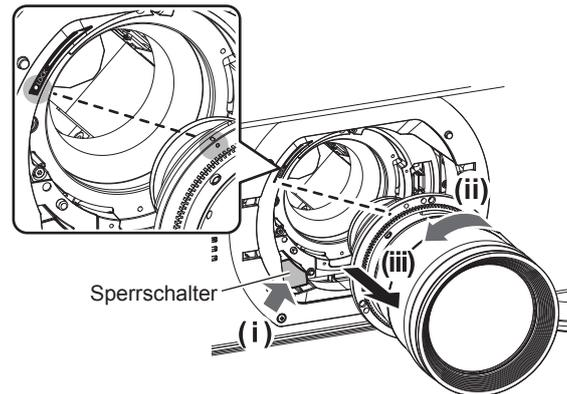

Abb. 1
3) Drücken Sie die Verriegelungstaste und entfernen Sie gleichzeitig das Projektionsobjektiv, indem Sie es gegen den Uhrzeigersinn drehen. (Abb. 1)